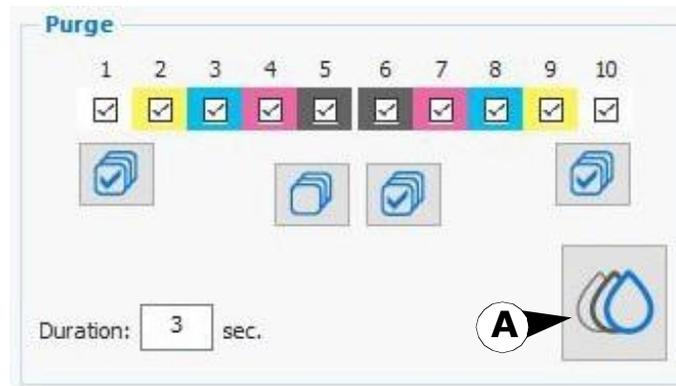

Рисунок 4-1 Обслуживание головок, Настройка Purge, длительность 3 секунды
3. Нажмите кнопку **Purge** для выполнения проливки головок **Ink Purge** в течении трех секунд Рисунок 4-1.
11. Нажмите кнопку **Purge** для выполнения трех секундного пуржа, Рисунок 4-1.